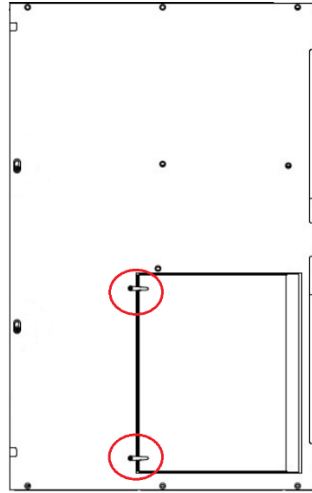

Figur 37: Skruva i två långa skruvar på den vänstra ramen
5. Skruva i två av de långa skruvarna i ramen på vänster sida, se Figur 37. Tänk på att lämna minst 10 mm mellan ramen och skruvhuvudet för nyckelhålet.